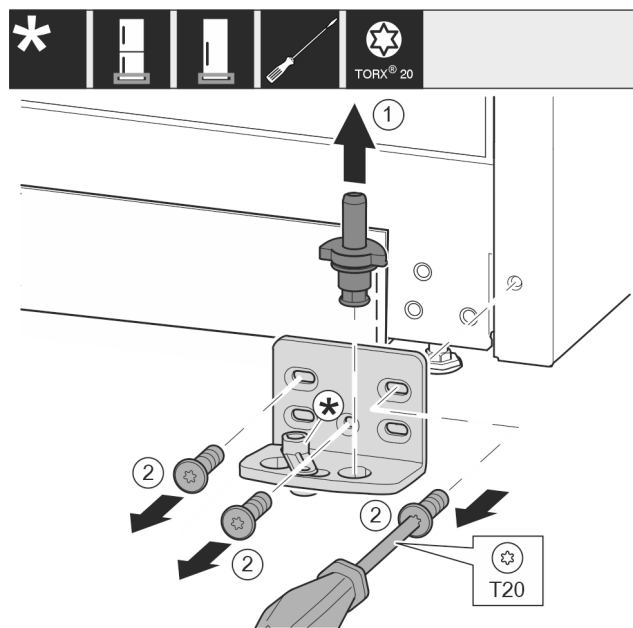

Fig. 16
- Izvucite svornjak ležaja Fig. 16 (1) potpuno prema gore.
- Odvijačem odvrnite vijke Fig. 16 (2) i skinite podložak ležaja.